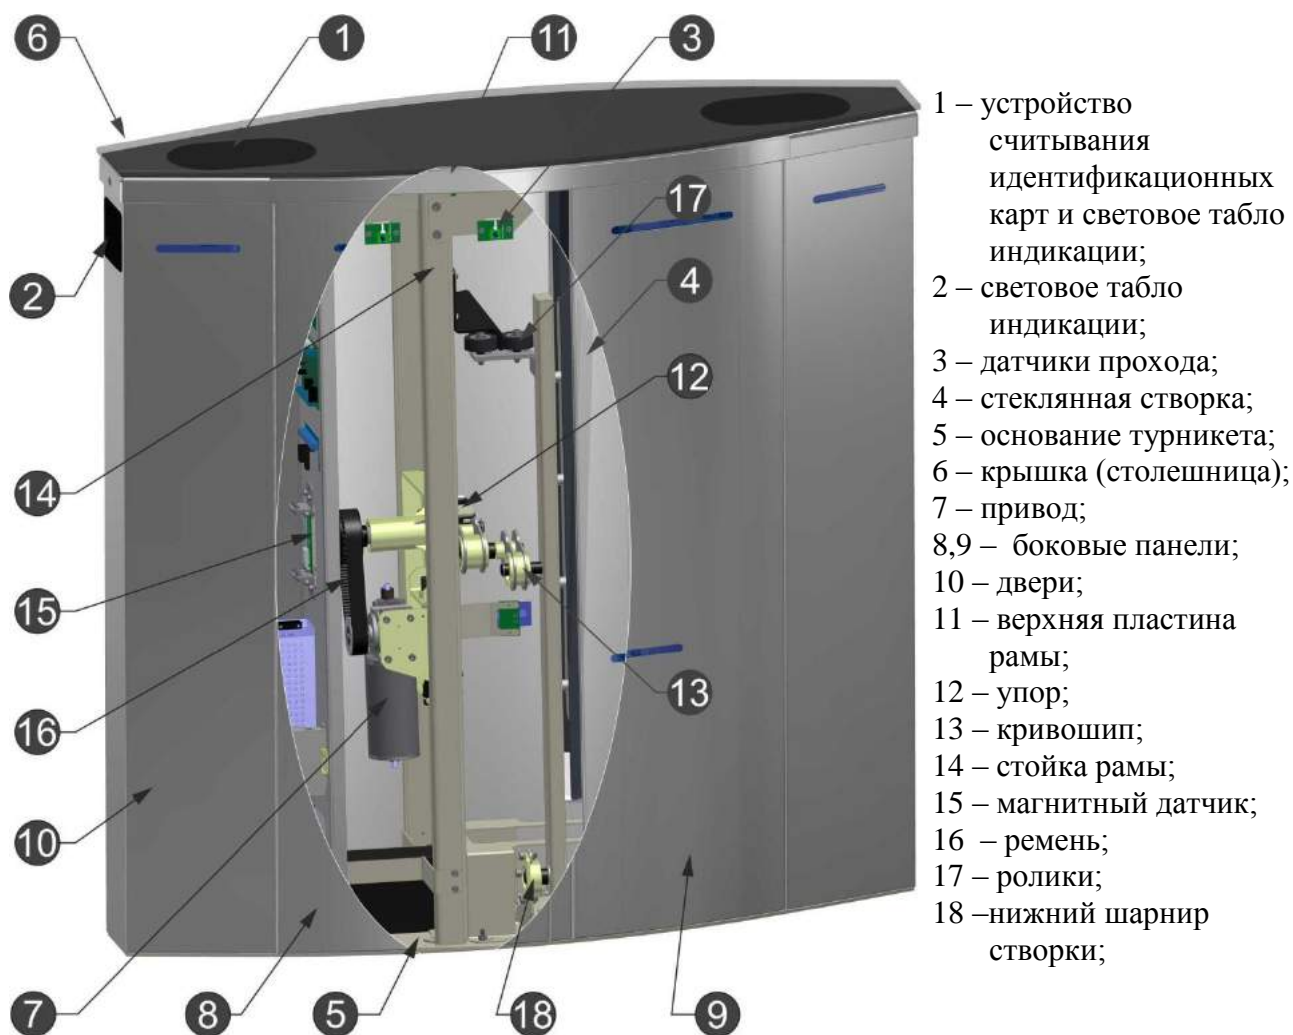

Рис. 4 – Общий вид и конструкция рабочего механизма тумбы турникета «SpeedBlade» со створкой
1.4.2.1 Корпус тумбы турникета представляет собой набор боковых панелей **8,9** и дверей **10** из нержавеющей стали (см. рисунок 4), которые нижней частью жестко фиксируются на основании **5**, а сверху крепятся к верхней пластине **11** рамы. Рама представляет собой набор кронштейнов и стоек для крепления составных частей изделия. Сверху на корпус устанавливается декоративная крышка **6** (конструктив и материал для изготовления крышки согласовывается во время заказа поставки турникета).